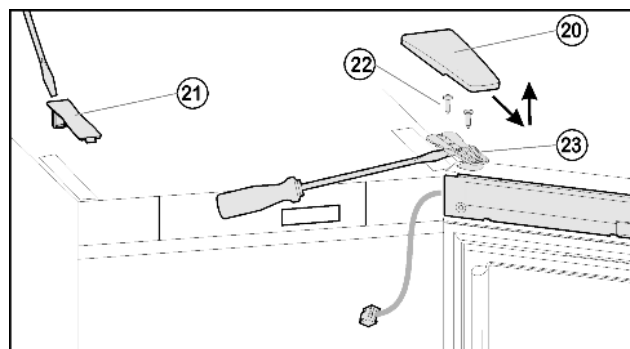
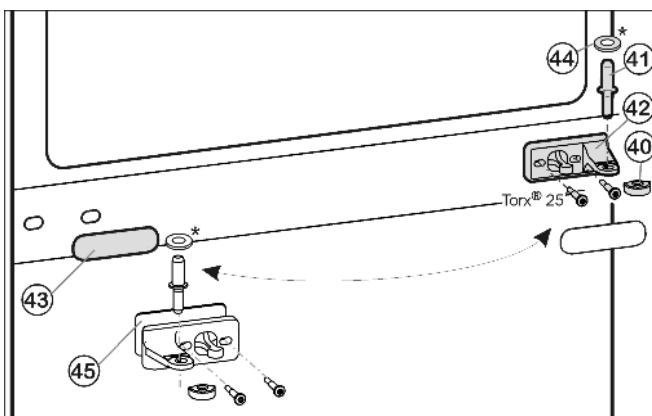
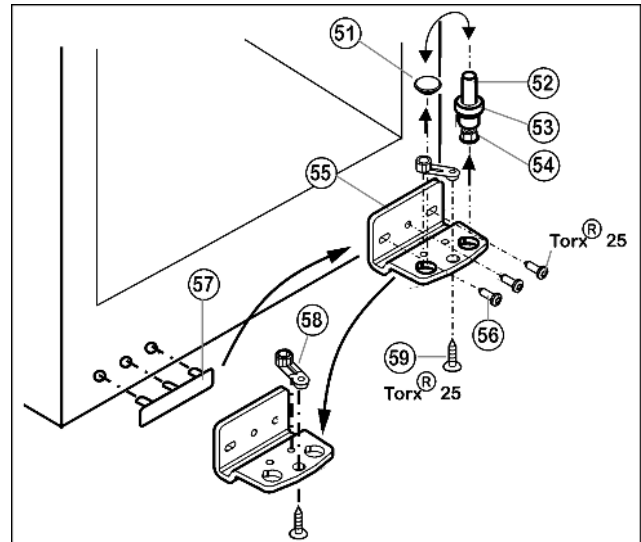

Fig. 6
Fig. 7
Fig. 8
- ▶ Afdekking Fig. 6 (20) naar voren en boven wegtrekken.
- ▶ Afdekking Fig. 6 (21) eraf nemen.
- ▶ Schroeven Fig. 6 (22) geheel uitdraaien.
- ▶ Deur compleet met lagerbus Fig. 6 (23) en snoer naar boven afnemen. Om los te maken eventueel voorzichtig met de schroevendraaier optillen onder de lagerbus.
- ▶ Middelste lagerbout Fig. 7 (41) uit de lagerbus en de onderste deur uittrekken.
- ▶ Kunststof kapje Fig. 7 (40) afnemen.
- ▶ Middelste lagerbus Fig. 7 (42) losschroeven (2 maal Torx® 25).
- ▶ Afdekplaat Fig. 7 (43) voorzichtig afhalen.
- ▶ Middelste lagerbus met Fig. 7 (45) onderlegschijsje Fig. 7 (42) 180° gedraaid aan de nieuwe scharnierkant **goed (met 4 Nm)** vastschroeven.
- ▶ Afdekplaat Fig. 7 (43) 180° gedraaid aan de nieuwe greepzijde weer vastklikken.
- ▶ Lagerbout Fig. 8 (52) compleet met schijfje Fig. 8 (53) en stelootje Fig. 8 (54) naar boven eruit trekken.
- ▶ Stop Fig. 8 (51) eraf halen.
- ▶ Lagerbus Fig. 8 (55) losschroeven Fig. 8 (56).
- ▶ Lagerdeel Fig. 8 (58) losschroeven Fig. 8 (59) en in het tegenoverliggende opnamegat van de lagerbus omzetten en weer vastschroeven.
- ▶ Afdekking aan de greepzijde Fig. 8 (57) voorzichtig optillen en op de tegenoverliggende zijde plaatsen.
- ▶ Lagerbus Fig. 8 (55) aan de nieuwe scharnierzijde evt. met behulp van een accuschroevendraaier weer goed (**met 4 Nm**) vastschroeven.
- ▶ Stop Fig. 8 (51) weer in het andere gat aanbrengen.
- ▶ Lagerbout Fig. 8 (52) compleet met schijfje en stelootje weer aanbrengen. Er daarbij op letten, dat de sluitnok naar achter wijst.
- ▶ Plaats de deur van boven op de onderste lagerbout *Fig. 8 (52)*.
- ▶ Het kunststof kapje *Fig. 7 (40)* weer op de middelste lagerbus *Fig. 7 (42)* zetten.
- ▶ Middelste lagerbout *Fig. 7 (41)* door middelste lagerbus *Fig. 7 (42)* in de onderste deur plaatsen.
- ▶ Bovenste deur op de middelste lagerbout *Fig. 7 (41)* plaatsen, deur sluiten en bovenste lagerbus *Fig. 6 (23)* plaatsen, zodat die aan de bovenkant van het apparaat inklikt.
- ▶ Lagerbus *Fig. 6 (23)* goed (met 4 Nm) vastschroeven. Steek de schroefgaten indien nodig voor of gebruik de accuschroevendraaier.
- ▶ Afdekking *Fig. 6 (20)* en afdekking *Fig. 6 (21)* vastklikken.
- ▶ De deur eventueel via de beide langsgaten in de onderste lagerbus *Fig. 8 (55)* en middelste lagerbus *Fig. 7 (42)* ten opzichte van de kast uitlijnen. Daartoe middelste schroef in de onderste lagerbus *Fig. 8 (55)* uitdraaien.